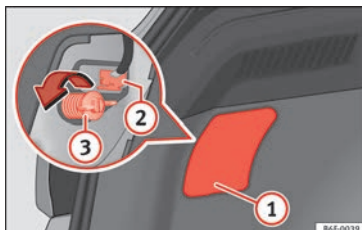
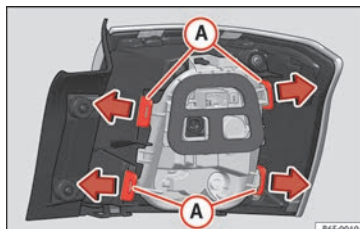

Fig. 116 Maletero: acceso al tornillo de fijación de la unidad de luz trasera.
Fig. 117 Lengüetas de fijación en la parte posterior de la unidad de luz trasera.
- Retire la tapa haciendo palanca con el lado plano de un destornillador en el rebaje » **fig. 116** (1).
- Extraiga el conector de la lámpara (2).
- Desenrosque con la mano o con ayuda de un destornillador el tornillo de fijación del piloto (3).
- Desmonte el portalámparas desbloqueando las lengüetas de fijación » **fig. 117** (A).